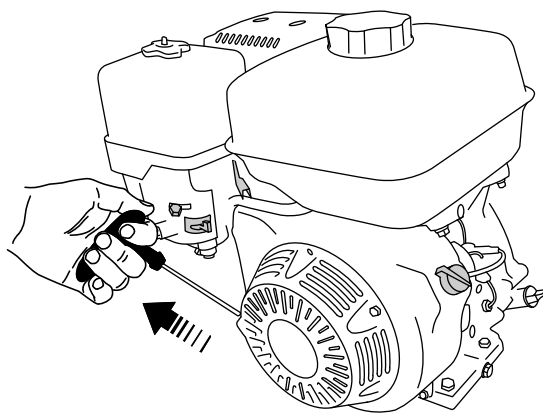

Figure 29
6. Tirez légèrement la poignée du lanceur jusqu'à ce que vous sentiez une résistance, puis tirez vigoureusement (Figure 29). Relâchez lentement la poignée du lanceur.